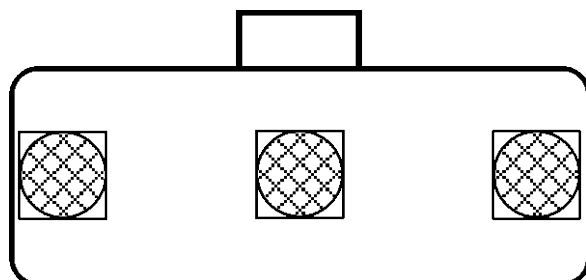

Ilustración 1
- 4 Con un dispositivo elevador adecuado, coloque un peso de prueba equivalente al de la capacidad disponible en uno de los lugares indicados. Vea la ilustración 1.
- 5 Desplace cuidadosamente los pesos de prueba a los demás lugares de la plataforma. Vea la ilustración 1.
- 7 Desplace cuidadosamente los pesos de prueba a los demás lugares de la plataforma. Vea la ilustración 1.